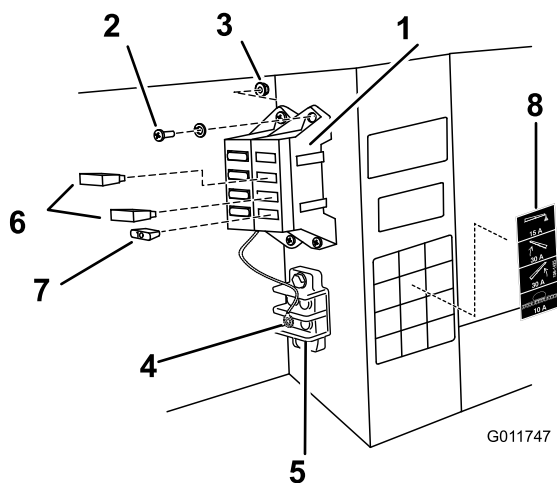

Figure 12
8. Connectez le fil de masse noir au boulon de 1/4 pouce à l'intérieur du châssis du véhicule au moyen de la rondelle en étoile (Figure 12).
10. Fixez la boîte à fusibles et le faisceau sur le châssis à côté des boîtes à fusibles existantes, au moyen des deux vis (N° 10-24 x 3/4") et deux contre-écrous (N° 10-24) comme illustré à la Figure 12.
- A. Montez le fusible 30 A dans les emplacements des fusibles de levage de rampes droite et gauche (Figure 12).
- B. Montez le fusible de 10 A dans l'emplacement du fusible d'alimentation du système de pulvérisation (Figure 12).